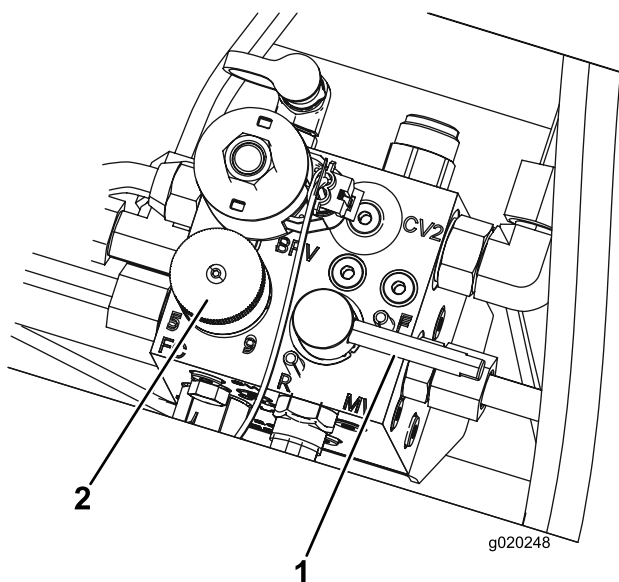

Figura 99
5. Impostate la manopola di comando della velocità dei cilindri in posizione 1 (Figura 99).
6. Spostate la leva di lappatura in posizione R (lappatura) (Figura 99).